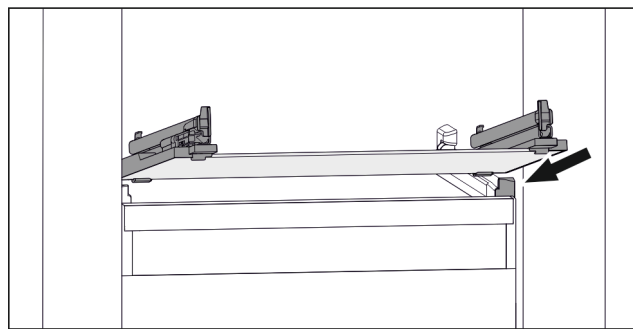

Fig. 159 Примерное отображение стеклнной пластины
- ▶ Наклоняя вниз, установите стеклнную пластину за стопоры. (см. Fig. 159)